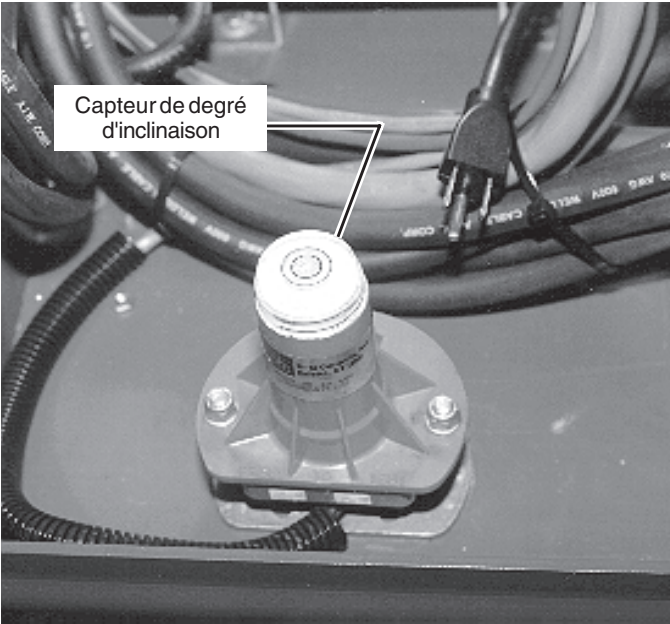

Figure 3 : Capteur de degré d'inclinaison
- 8. Appuyer sur le bouton d'élévation situé sur le tableau de commande du châssis, puis déplacer le détecteur d'inclinaison (figure 3) de sa position de nivelage en le poussant. La plate-forme devrait arrêter avant d'atteindre sa hauteur maximale, et l'alarme du détecteur d'inclinaison devrait sonner. Si la plate-forme continue à s'élever ou que l'alarme ne sonne pas, **ARRÊTER** la machine et la faire réparer avant de l'utiliser à nouveau.
8. En los controles de bajada. Empuje el botón de levante en el chasis para levantar la plataforma mientras empuja el sensor de inclinación fuera de nivel (fig. 3). La plataforma debería elevarse sólo parcialmente y la alarma de inclinación sonar. Si la plataforma continúa subiendo y / o la alarma no suena, pare “STOP” y retire la máquina del servicio hasta que esté reparada.